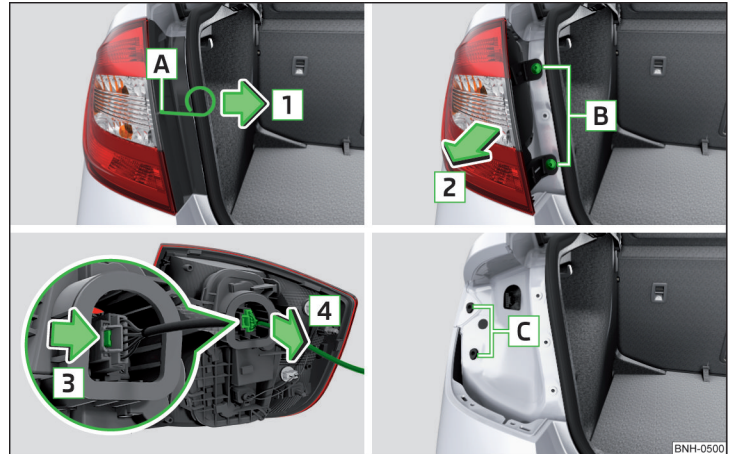
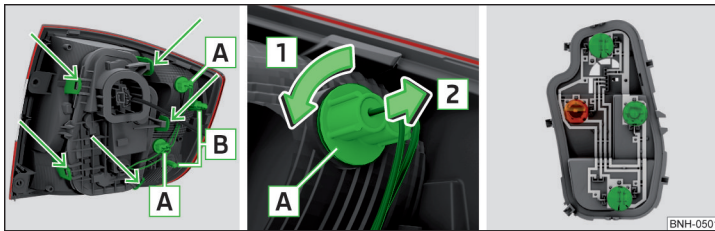

Abb. 160 Leuchte ausbauen / Stecker abziehen
Abb. 161 Äußerer Teil der Leuchte / Innerer Teil der Leuchte
- › In die Öffnung [A] » Abb. 160 den Bügel zum Abziehen der Radvollblenden » Seite 161, Bordwerkzeug einführen.
- › Die Leuchte mit den Zapfen [B] » Abb. 161 auf Seite 183 in die Aufnahmen [C] » Abb. 160 in der Karosserie einsetzen.
- › Die Lampenfassung **A** » Abb. 161 in Pfeilrichtung **1** drehen und in Pfeilrichtung **2** aus dem Leuchtengehäuse herausnehmen.
» Abb. 161 und den Lampenhalter aus der Leuchte herausnehmen.